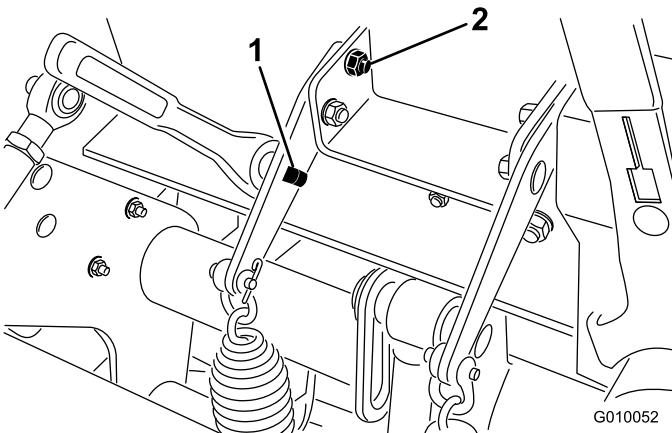

Figura 37
2. Insira uma lingueta de travamento com 1/2 pol. ou uma alavanca no orifício quadrado na placa de molas (Figura 37).